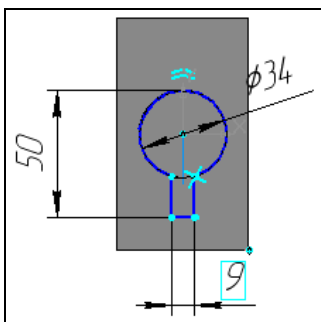

Рис. 28.21. Эскиз ребра кнопки
- ◆ с помощью команды **Непрерывный ввод объектов** создайте симметричный контур относительно оси, как на рис. 28.21;